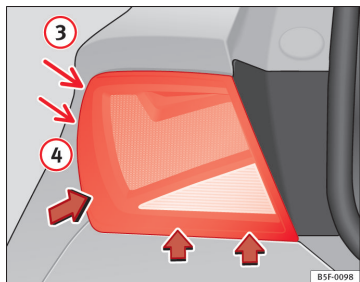

Fig. 144 Dépose du feu arrière sur l'aile
- Basculez le feu dans le sens des flèches jusqu'à ce qu'il quitte son logement (positions ③ et ④) ⇒ fig. 144.